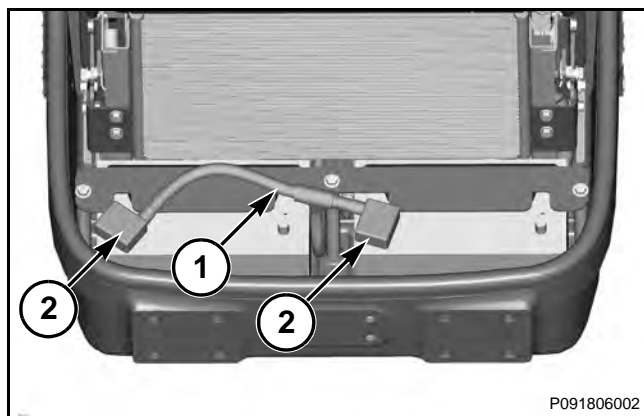

FIG. 45
FIG. 45: Arme el cable positivo (1) en los terminales y apriete las tuercas en las abrazaderas del terminal. Coloque las fundas de terminal (2) en las abrazaderas de terminal.